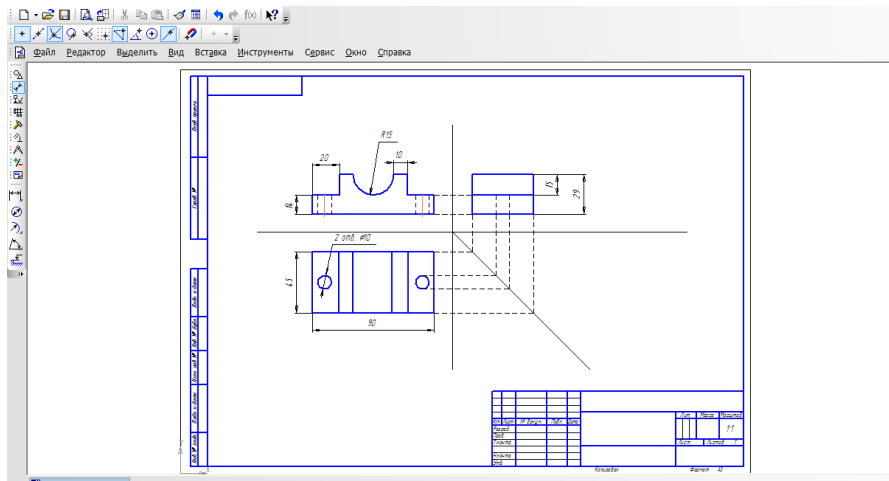

Рисунок 7 – Проставка основных размеров
8. Проставляем размеры (рисунок 7);